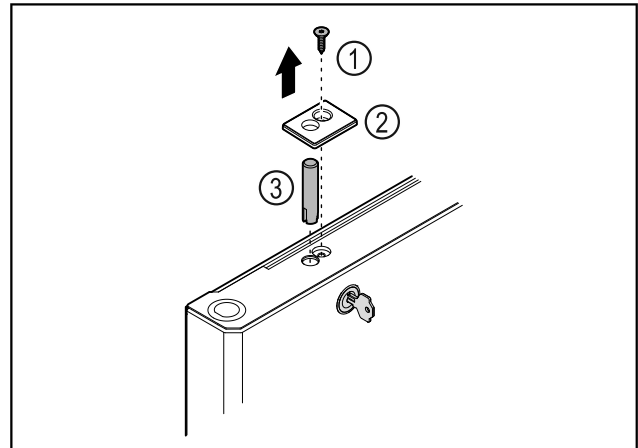

Fig. 38
- ▶ Poista ruuvi Fig. 38 (1).
- ▶ Paina suojus Fig. 38 (2) pienellä ruuvimeisselillä paikaltaan ja ota se pois.
- ▶ Vedä lukkopultti Fig. 38 (3) ulos.